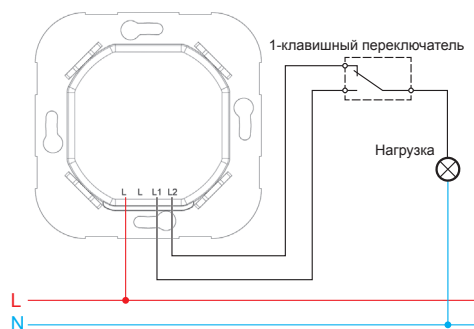
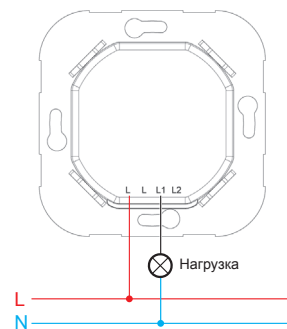

Рис. 5. Схема подключения светорегулятора с проходным переключателем
Рис. 4. Схема подключения светорегулятора
- Подключите провода к зажимам светорегулятора в соответствии со схемой подключения (рис. 4, рис. 5).